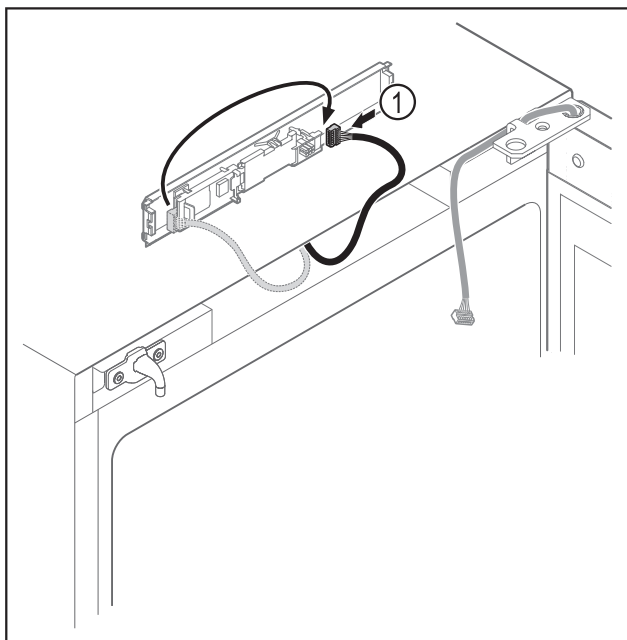

Fig. 19
- Přepojte zástrčku Fig. 19 (1) na desce.